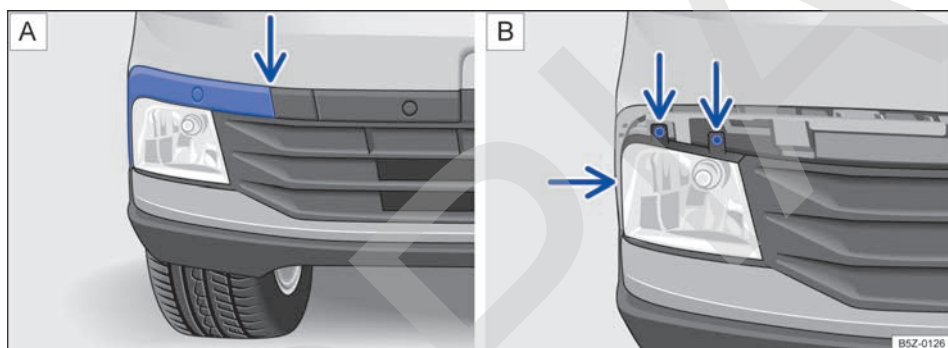
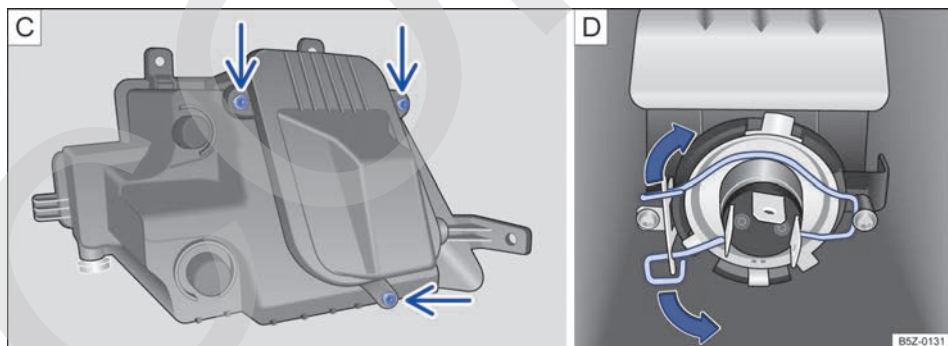

Fig. 171 En el parachoques delantero: **A** desinstalar la moldura del farol de neblina y **B** retirar los tornillos del farol de neblina.
Fig. 172 En el parachoques delantero: **C** retirar los tornillos de la cubierta de la bombilla y **D** bombilla del farol de neblina.
- Desencajar la moldura, con cuidado → ❶, primero del lugar indicado por la flecha → fig. 171 A. Desmontar completamente para acceder a los tornillos del farol de neblina.
3. Retirar los tornillos indicados por las flechas → fig. 171 B.
4. Tirar con cuidado el farol de neblina hacia afuera, para desencajarlo del parachoques e, retirar el conector de alimentación → ❷.
5. Retirar los tornillos indicados por las flechas → fig. 172 C, para acceder a la bombilla del farol de neblina.
7. Comprimir el muelle de bloqueo en el sentido de la flecha y desplazarlo, para desbloquear la bombilla → fig. 172 D.
12. Volver a colocar los tornillos indicados por las flechas ❸, para trabar la cubierta de la bombilla del farol de neblina.
13. Volver a colocar el conector de alimentación e introducir con cuidado el farol de neblina en el alojamiento del parachoques → ❸.
14. Volver a colocar los tornillos indicados por las flechas → fig. 171 B, para fijar el farol de neblina.
15. Volver a colocar la moldura de izquierda a derecha → fig. 171 A.